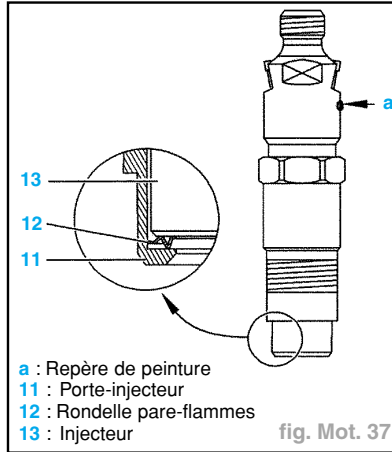

fig. Mot. 37
**Nota :** La rondelle pare-flammes (3) se trouve à l'intérieur du porte-injecteur.
**Impératif :** Remplacer systématiquement la rondelle d'étanchéité (2).
- les rondelles d'étanchéité (2),
- les porte-injecteurs (1) ; serrer à 7 ± 1 daN.m.
**Nota :** La rondelle pare-flammes (12) se trouve à l'intérieur du porte-injecteur (fig. Mot. 37).